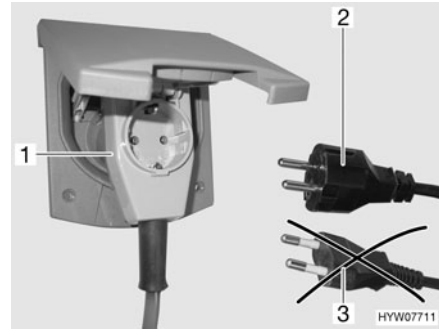

Fig. 87 Conexión a un conector con salida lateral del cable con caja de enchufe
- ▶ Al utilizar un acoplamiento acodado CEE 17, con caja de enchufe incorporada en el lado trasero (Fig. 87,1), emplear únicamente un conector IP 44 de goma impermeable, con contacto protector (Fig. 87,2). No utilizar conector sin contacto protector (Fig. 87,3). ¡Peligro de electrocución!